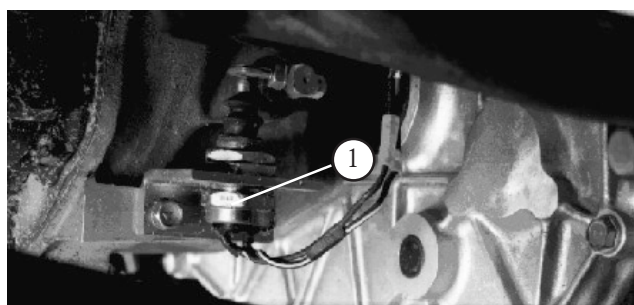

図 63
7. クラッチの安全スイッチ(図 63)の調整を確認する。クラッチペダルが床面から $31.75 \text{ mm} \pm 3 \text{ mm}$ の位置でのみクランキングできれば適正である。調整が必要な場合は、スイッチのジャムナットをゆるめてスイッチの上下位置を調整する。